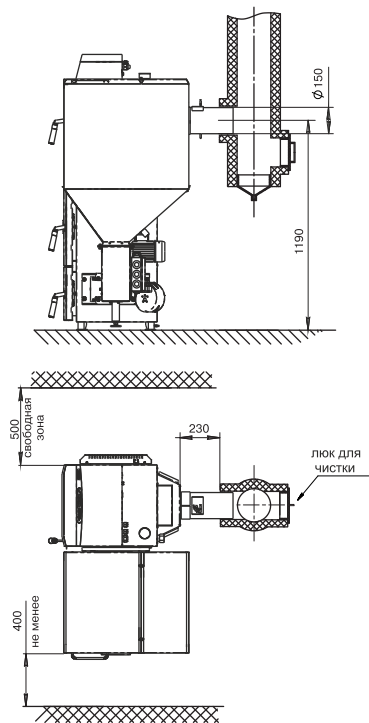

Рис.7. Схема установки котла.
6.1.11. Расположение котла в помещении с учетом необходимого для обслуживания пространства показано на (Рис.7).